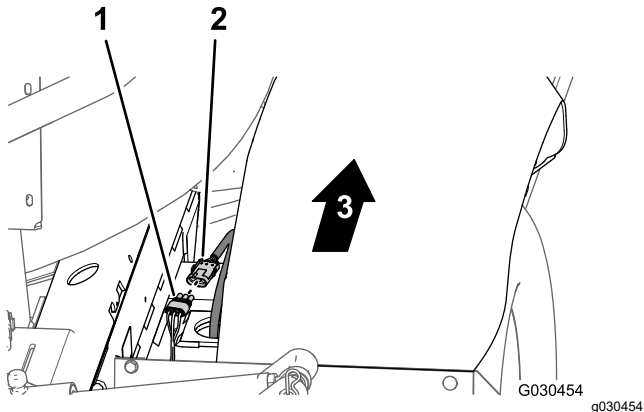

Figura 22
- En la parte trasera de la máquina (entre el tubo derecho del bastidor y el guardabarros derecho), desconecte el conector de 3 pines del arnés del sensor de velocidad del motor de tracción hidráulica derecha del conector hembra de 3 vías del arnés principal trasero (Figura 22).